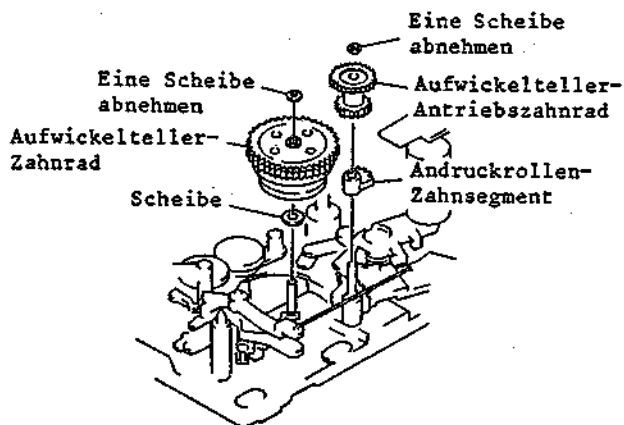

Abb. 2-73 Ausbau des Aufwickelteller-Zahnrades, Aufwickelteller-Antriebszahnrad und Andruckrollen-Zahnsegments
**3-25 Ausbau des Aufwickelteller-Zahnrades, Aufwickelteller-Antriebszahnrad und Andruckrollen-Zahnsegments (Abb. 2-73)**
2. Eine (1) Scheibe abnehmen und das Aufwickelteller-Antriebszahnrad sowie das Andruckrollen-Zahnsegment aus dem Chassis ziehen (siehe Abb. 2-73).
3. Eine (1) Scheibe abnehmen und das Aufwickelteller-Zahnrad herausziehen.